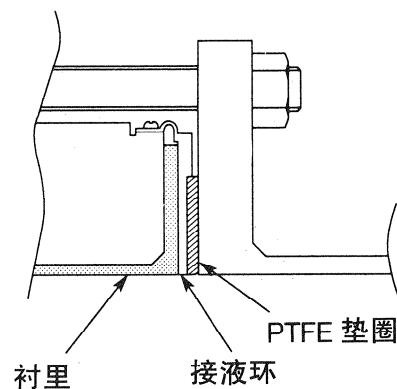

图 2-12 接液环为非 SUS 材质の場合
- 按图 2-12 所示安装，紧固力矩参见 2-9 页表 2-1。